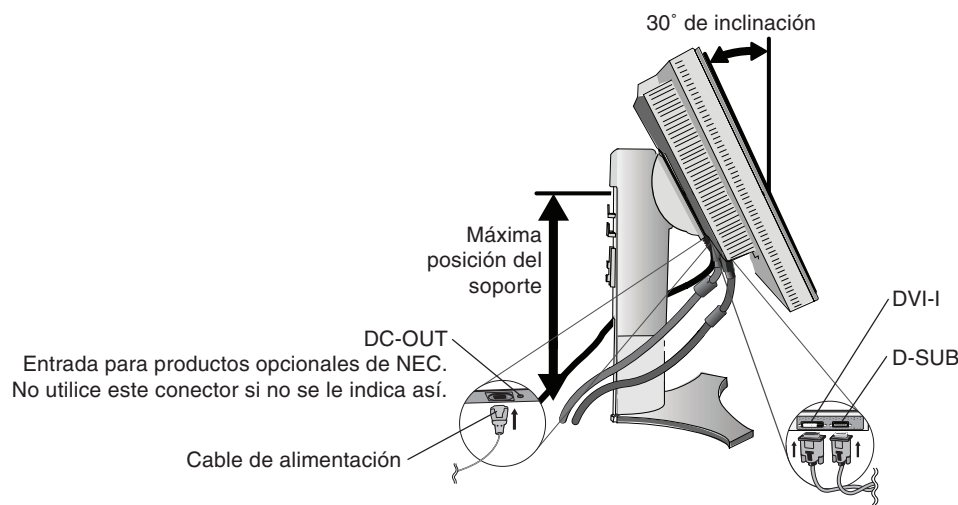

Figura C.1
3. Con una mano, sujete la parte superior del monitor por el asa y, con la otra, sostenga la parte inferior para inclinar el panel LCD 30 grados y levantarlo hasta alcanzar la posición más alta (**figura C.1**).
4. Conecte todos los cables en sus correspondientes conectores (**figura C.1**).